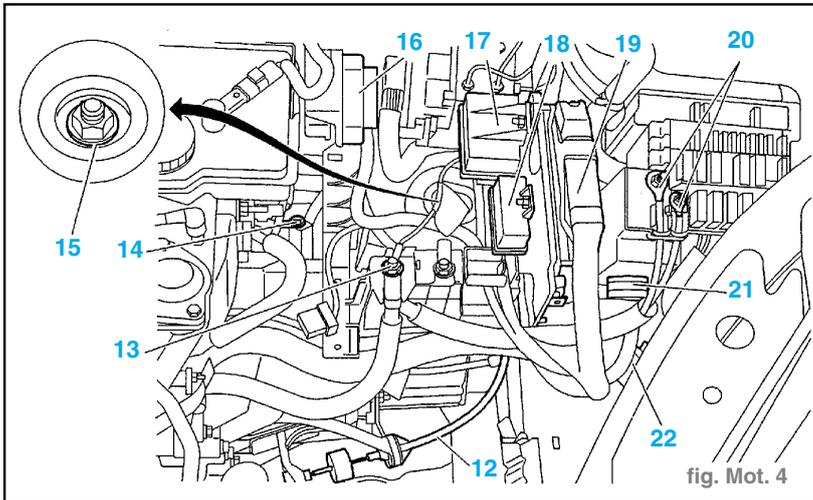
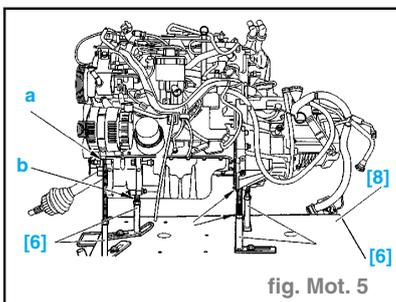

fig. Mot. 4
fig. Mot. 5
- Désaccoupler le câble d'embrayage (12). (fig. Mot. 4)
- le potentiomètre d'accélérateur (16),
- la masse sur boîte de vitesses (14),
- l'alimentation positive du démarreur (13),
- les alimentations positives (20) dans le boîtier fusibles,
- les connecteurs (21) et (22),
- le boîtier de préchauffage (17),
- le relais double injection (18),
- le calculateur d'injection (19).
- Desserrer l'écrou (15).
- Lever la table élévatrice [8]. (fig. Mot. 5)
- la traverse (23),
- les écrous (24) et (25),
- les vis (28),
- la bride (26),
- l'écrou (15) (côté gauche). (fig. Mot. 4)
- Reposer l'écrou (15). (fig. Mot. 4)
- Rebrancher : (fig. Mot. 4)
- le calculateur d'injection (19),
- le relais double d'injection (18),
- le boîtier de préchauffage (17)
- le câble de masse de la boîte de vitesses (14),
- le potentiomètre de pédale d'accélérateur (16).
- le câble d'embrayage (12),